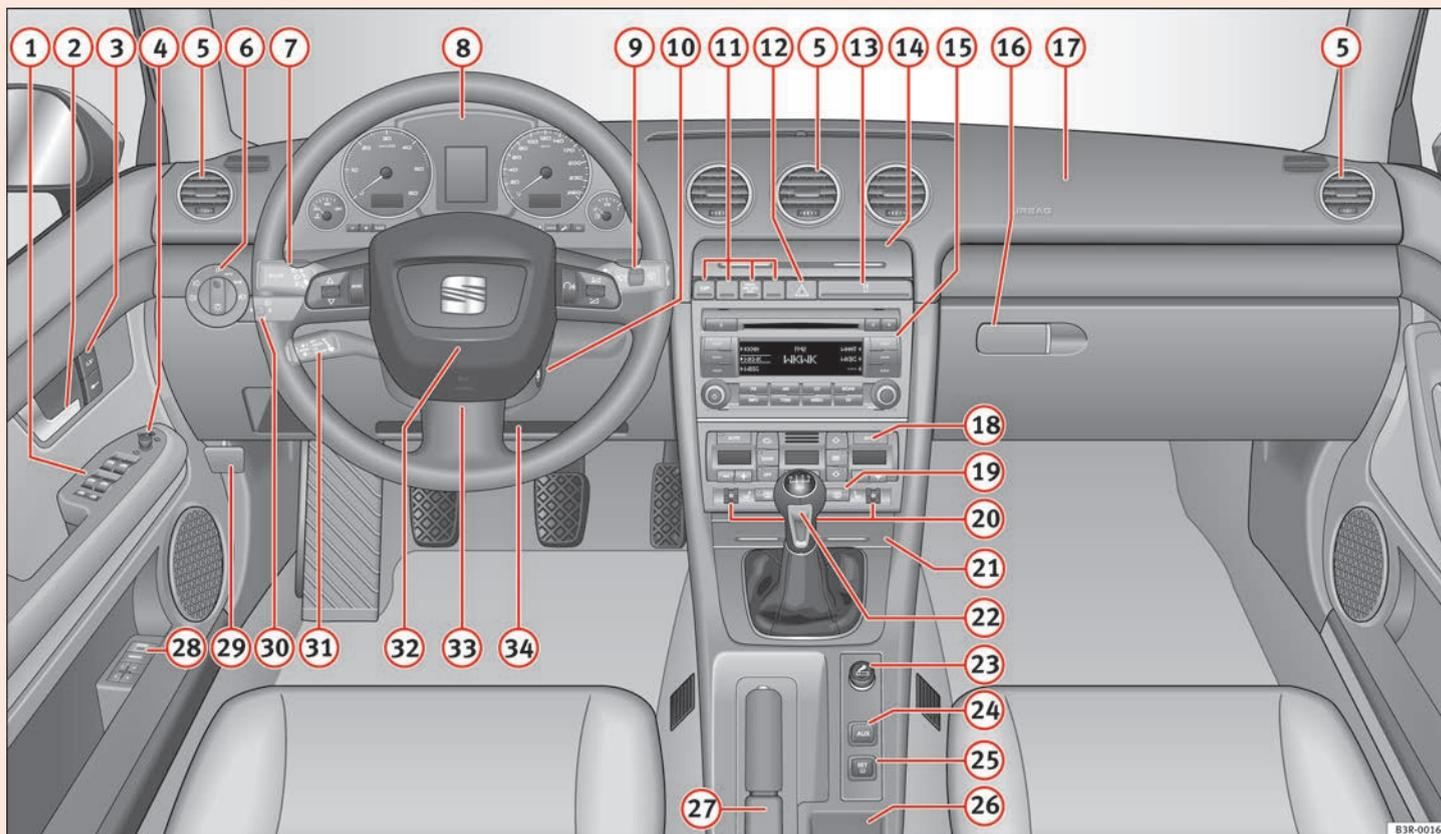

Fig. 36 Quelques-uns des équipements mentionnés ici ne s'appartiennent qu'à certaines versions de modèles ou sont des options.
- Sur les véhicules avec direction à droite\*, la disposition des éléments de commande diffère légèrement de la disposition présentée ⇒ page 58, fig. 36. Toutefois, les symboles des commandes sont les mêmes. ■